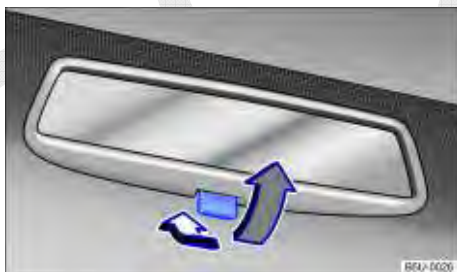

Fig. 74 No para-brisa: espelho retrovisor interno com antiofuscante manual.
- Para evitar o ofuscamento, puxar a alavanca para trás ⇒ Fig. 74.